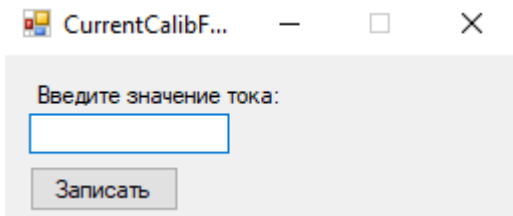

Рисунок 6 - Окно калибровки тока "верх"
- нажать на кнопку "калибровка тока низ" - откроется окно для ввода значения тока питания (рисунок 6). Внести значение тока с амперметра, и нажать "записать";